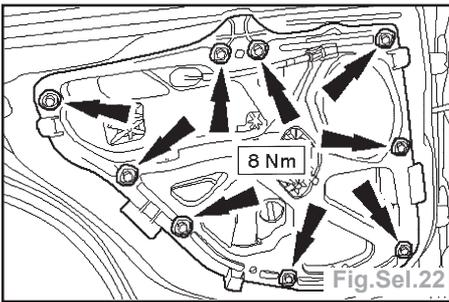

Fig.Sel.22
- Déposer les vis de fixation du panneau intérieur de porte arrière (Fig.Sel.22).